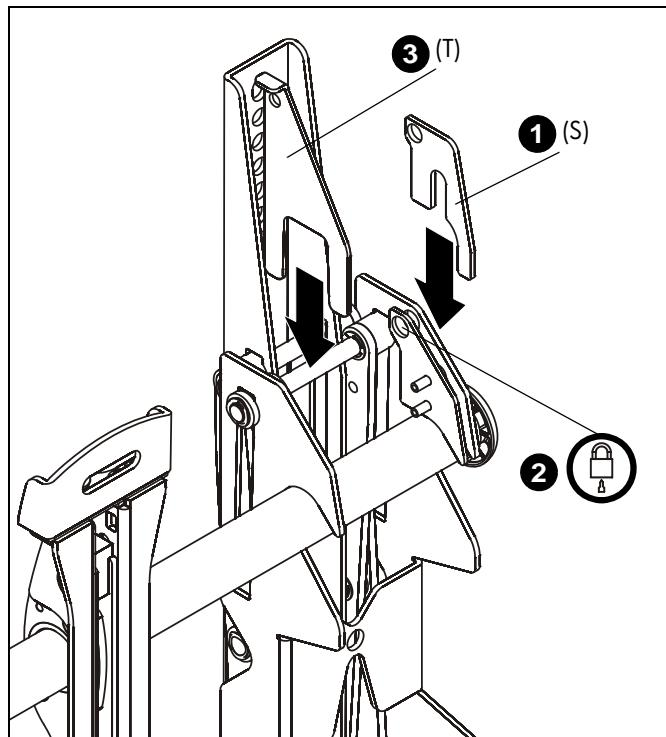

рис. 15
- Установка защитной скобы (S) на кронштейн. (См. рис. 15)
- Вставьте висячий замок (не входит в комплект) в отверстия на малой защитной скобе (S) и кронштейне.
- Установите удерживающую скобу (T) на кронштейн, для защиты в сложенном положении. (См. рис. 15)